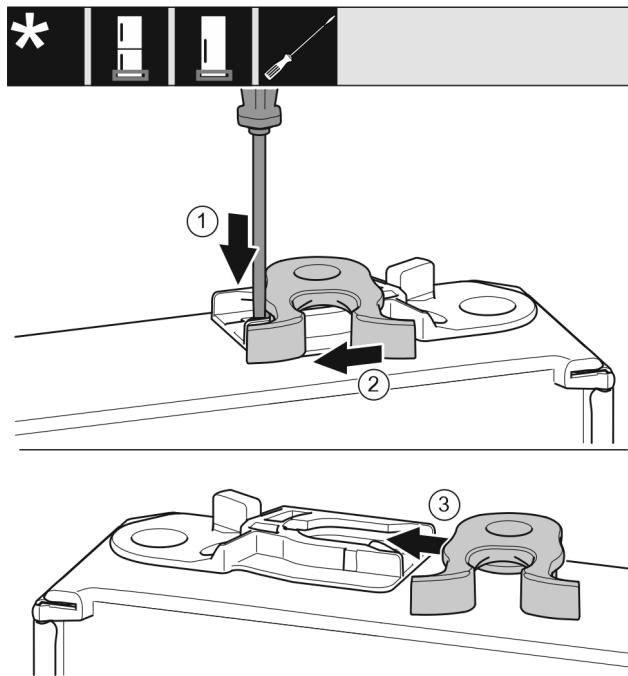

Fig. 20
- ▶ Shtypni për poshtë gjuhëzën Fig. 20 (1) me një kaçavidë me kokë petë.
- ▶ Nxirri jashtë nga foleja udhëzuese grepat e mbylljes Fig. 20 (2).
- ▶ Futni grepat e mbylljes Fig. 20 (3) në folenë udhëzuese në anën tjetër.